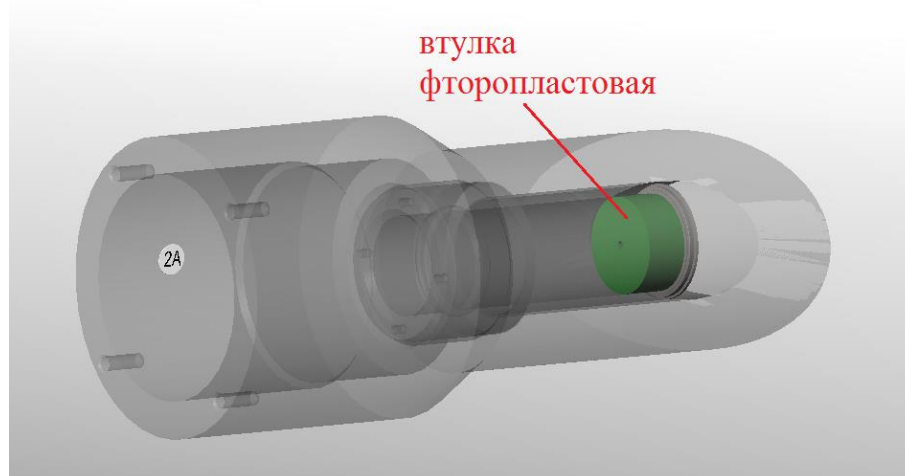
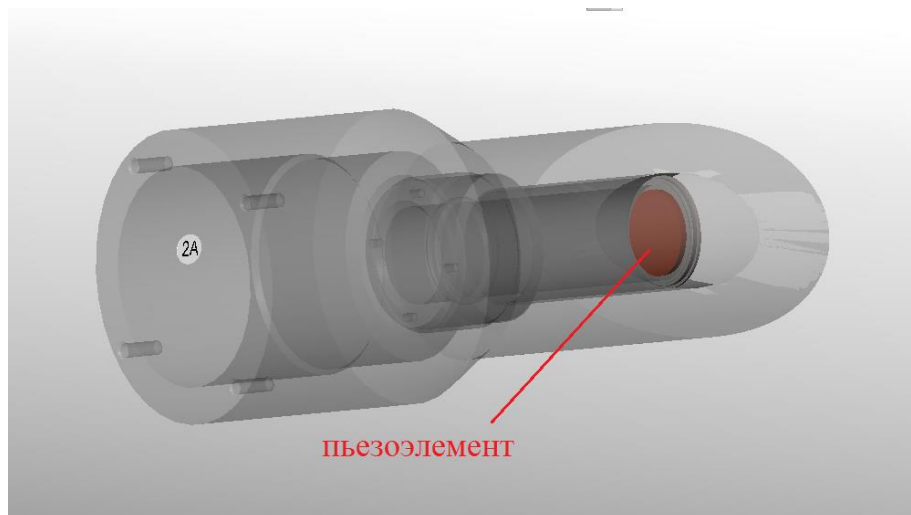

Рисунок 46 – штулка фторопластовая
Рисунок 47 – пьезоэлемент
4.2.2.13 Демонтировать при помощи пинцета штулку фторопластовую, указанную на рисунке Рисунок 46, и пьезоэлемент, указанный на рисунке Рисунок 47.